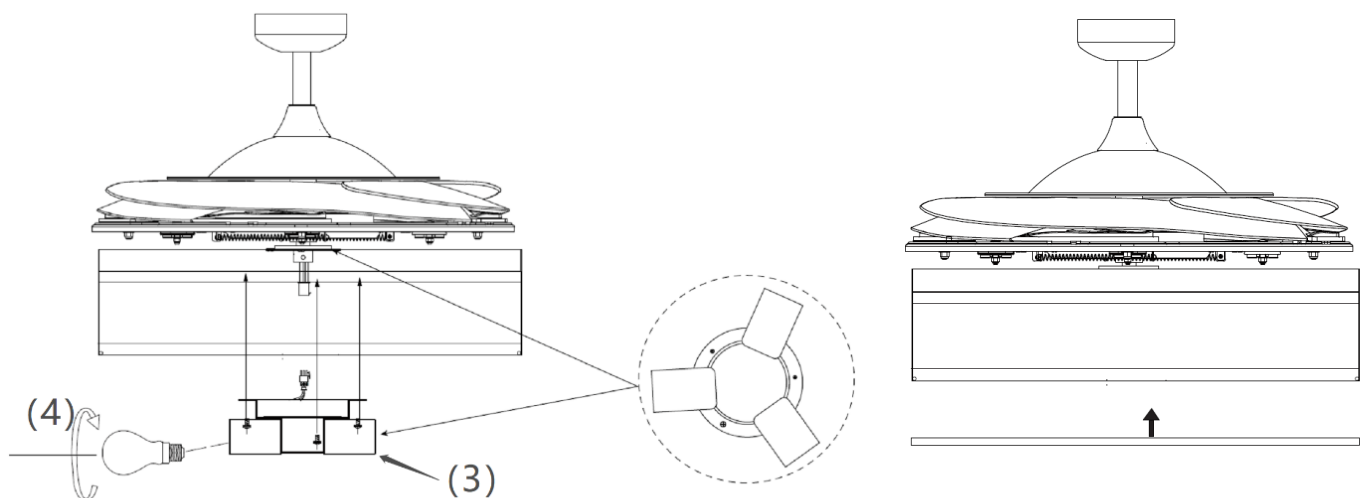

Fig. 7
4. Collegare il connettore rapido al portalampada (3) (Fig. 7).
5. Fissare il portalampada (3) alla staffa del kit luce serrando le 3 viti. Non avvitare eccessivamente.
6. Installare le lampadine (4) (non incluse) nei portalampada. Non superare la potenza in ingresso massima.